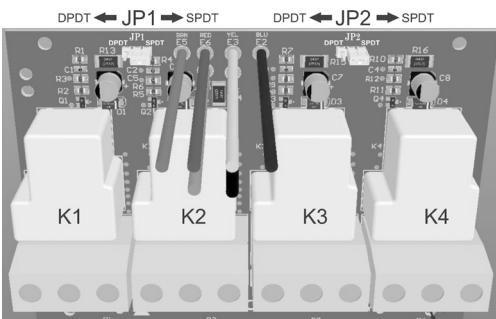

Figure 3.
- En ajustant les deux cavaliers de configuration JP1 et JP2 sur la carte, (voir la figure 3), les relais peuvent être couplés pour créer des types différents de relais tels qu'illustrés au tableau ci-dessous (à droite).